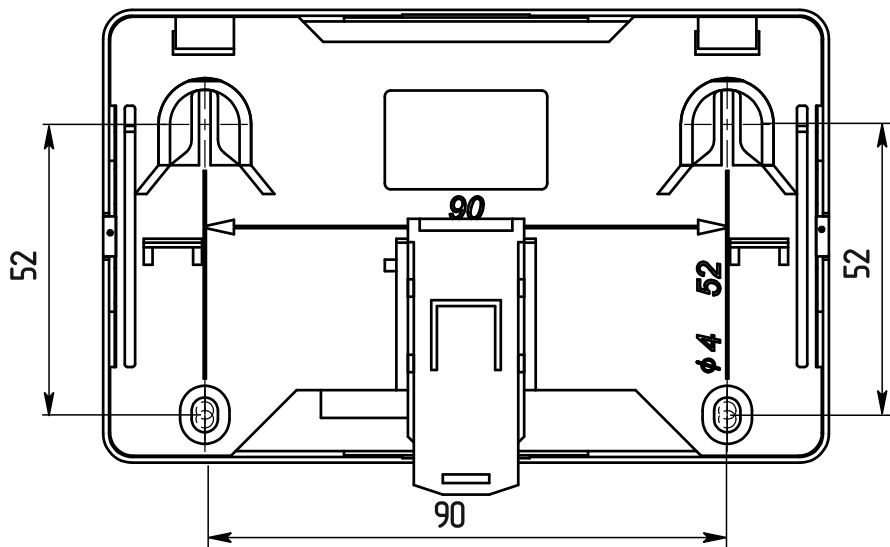

Рисунок 3
- при установке на стену, перегородку или конструкцию (рисунок 3):